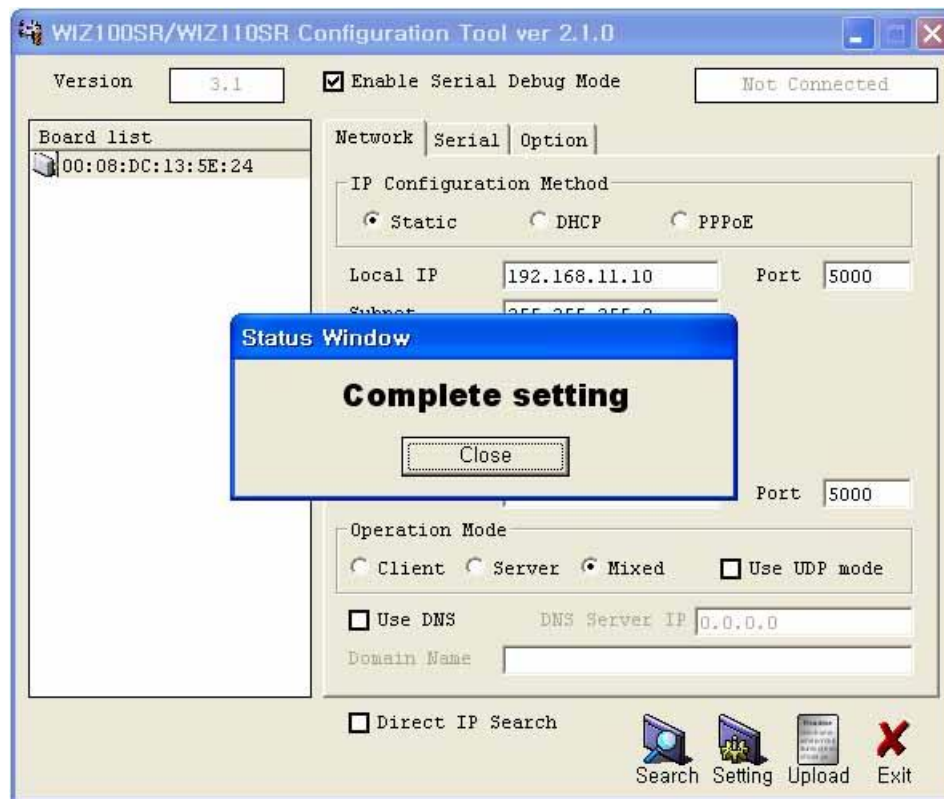

Figure 22. Result Window after Running “Setting”
- ① 테스트보드의 JP4(Mode Switch)가 Normal mode로 되어 있는지 확인합니다. (Config mode로 설정되어 있으면 모듈의 네트워크기능이 불가능하게 되어 Configuration Tool로 설정이 불가하므로 주의하시기 바랍니다.)
- ② 시리얼 케이블을 이용하여 PC와 WIZ100SR 테스트 보드를 연결합니다.
- ③ PC와 WIZ100SR 테스트보드를 이더넷 케이블로 연결합니다.
- ④ WIZ100SR 테스트보드의 전원스위치를 켭니다.
- ① Configuration Tool을 실행하여 Search 버튼을 누르면 보드가 검색됩니다.
- ② board list에서 설정 변경을 원하는 보드를 선택한 후 원하는 값으로 변경하고 Setting 버튼을 누릅니다.
- ③ 설정이 완료되면 (Figure 22)와 같이 설정 완료 메시지가 출력됩니다.